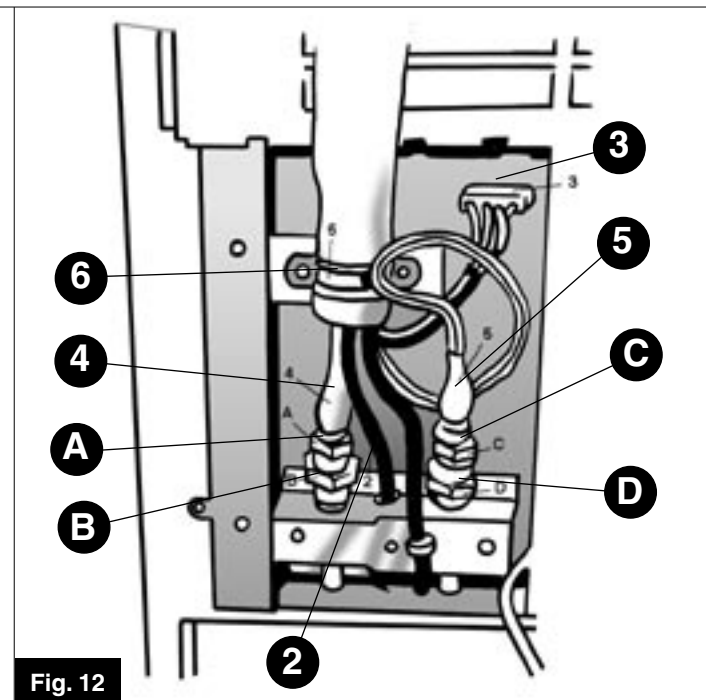

Fig. 12
☞ Staccare dall'apposito portagomma (Fig. 12 Part. 2) il tubo di trasferimento acqua di condensa.
☞ Débrancher le tuyau d'évacuation de l'eau de condensation du porte-tuyau (Fig. 12 Détail 2).
☞ Take the moisture transfer hose out of the hose-holder (Fig. 12 Part 2).
☞ Den Kondenswasserschlauch von seinem Schlauchhalter (Abb. 12 Teil 2) abnehmen.
☞ Separar del porta manguera (Fig. 12 Elemento 2), el tubo de conducción del agua de condensación.
☞ Sconnettere - facendo pressione sulle due linguette esterne - il connettore elettrico (Fig. 12 Part 3).
- RACCORDO SINISTRO (4)
• Con una chiave da 19 mm tenete bloccata la parte fissa del raccordo femmina (Fig. 12 Part A).
• Con una chiave da 24 mm svitate, ruotando in senso antiorario l'elemento mobile del raccordo femmina (Fig. 12 Part B) sino al completo distacco.
- RACCORDO DESTRO (5)
• Con una chiave da 21 mm tenete bloccata la parte maschio del raccordo (Fig. 12 Part C) collegata alla linea flessibile.
• Con una chiave da 24 mm svitate girandola in senso orario, l'elemento mobile del raccordo femmina fissato alla macchina (Fig. 12 Part D) sino al completo distacco delle due parti.
☞ Débrancher le connecteur électrique (Fig. 12 Détail 3) en exerçant une pression sur les deux languettes extérieures.
- RACCORD DE GAUCHE (4)
• Bloquer la partie fixe du raccord femelle (Fig. 12, Détail A) au moyen d'une clé de 19 mm.
• Dévisser l'élément mobile du raccord femelle (Fig. 12, Détail B) en tournant avec une clé de 24 mm dans le sens contraire des aiguilles d'une montre jusqu'à ce qu'il se sépare complètement.
- RACCORD DE DROITE (5)
• Bloquer la partie mâle du raccord (Fig. 12, Détail C) reliée à la ligne flexible au moyen d'une clé de 21 mm.
• Dévisser l'élément mobile du raccord femelle fixé à la machine (Fig. 12, Détail D) en tournant avec une clé de 24 mm dans le sens des aiguilles d'une montre jusqu'à ce que les deux parties se séparent complètement.
☞ Pressing on the two outside tabs, remove the electrical connector (Fig. 12 Part 3).
- LEFT COUPLING (4)
• Using a 19 mm spanner, hold the fixed female part of the coupling still (Fig. 12 Part A).
• Using a 24 mm spanner, loosen the moving female part of the coupling by turning anti-clockwise (Fig. 12 Part B) until it comes off.
- RIGHT COUPLING (5)
• Using a 21 mm spanner, hold the male part of the coupling connected to the flexible line still (Fig. 12 Part C).
• Using a 24 mm spanner, turn the moving female element of the coupling that is fixed to the unit clockwise to loosen (Fig. 12 Part D) until the two parts separate.
☞ Den Elektroanschluß (Abb. 12 Teil 3) durch drücken der beiden äußeren Federn trennen.
- LINKER ANSCHLUSS (4)
• Das Teil "A" mit einem 19 mm Gabelschlüssel festhalten (Abb. 12 Teil A).
• Teil "B" mit einem 24 mm Gabelschlüssel entgegen dem Uhrzeigersinn zügig los-schrauben, bis sich die Leitung trennen läßt (Abb. 12 Teil B).